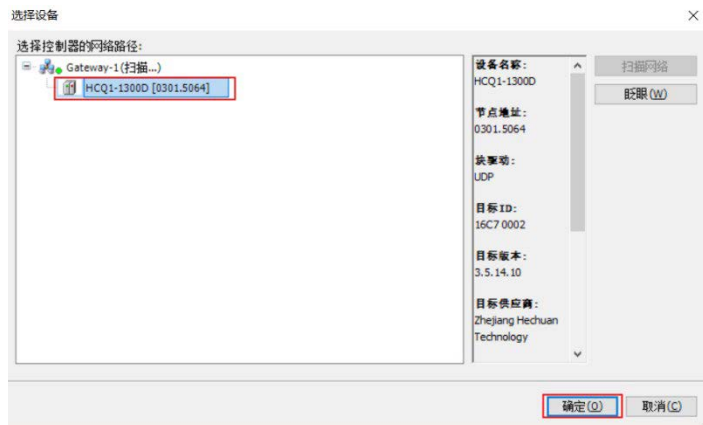

图 13-6 确定连接
3. 弹出页面如图 13-6 所示, 选择扫描到得【HCQ1-1300D】, 点击【确定】, 此时电脑连接上控制器。